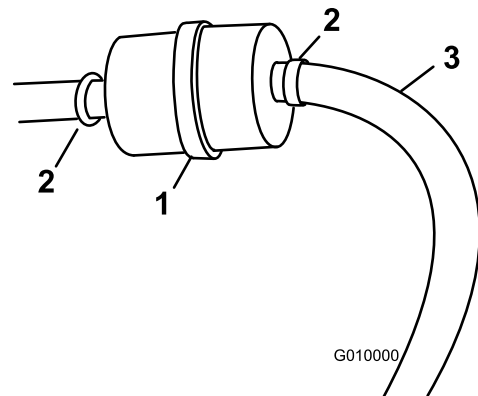

Bild 17
- Stellen Sie einen sauberen Behälter unter den Kraftstofffilter (Bild 17).